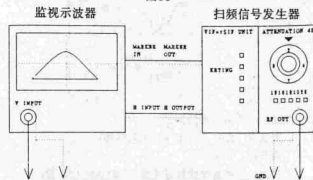

图17
③在频道选择器的第9脚和第13脚之间接一跨接线，切断AFC；
④按图17所示，将监视示波器与扫描信号发生器连接；
⑤在调谐器的AGC端与地之间连接一跨接线；